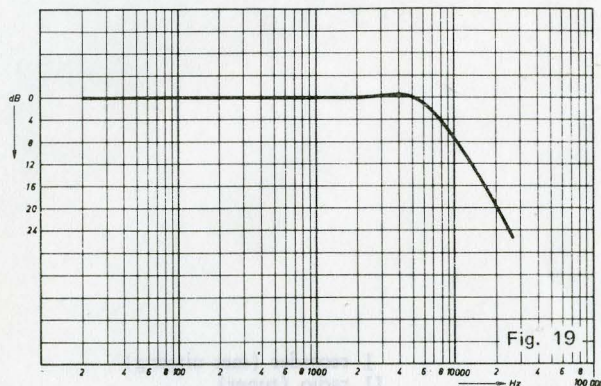

Fig. 19
RUIS kan worden onderdrukt met de ruisfilters L1/C19 en L101/C119 (in elk kanaal één) die ingeschakeld worden door het indrukken van de toets (RS) van SW3. Deze smoorspoel/condensator combinaties zorgen voor een scherpe afval van de frequentie karakteristiek (12 dB/octaaf) bij ca. 7.000 Hz waardoor vele soorten ruis worden onderdrukt zonder de rest van het frequentiegebied te beïnvloeden, zie karakteristiek, fig. 19. De ruisfilters kunnen weer worden uitgeschakeld door dezelfde toets opnieuw in te drukken.